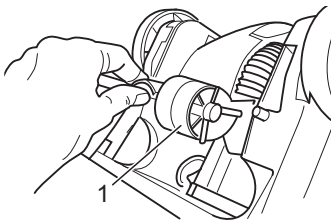

Abb. 26
4. Ziehen Sie die Bodenplatte (Abb. 26/1) vorsichtig nach oben aus dem Gerät heraus.
18. Setzen Sie die Bodenplatte (Abb. 26/1) ein.